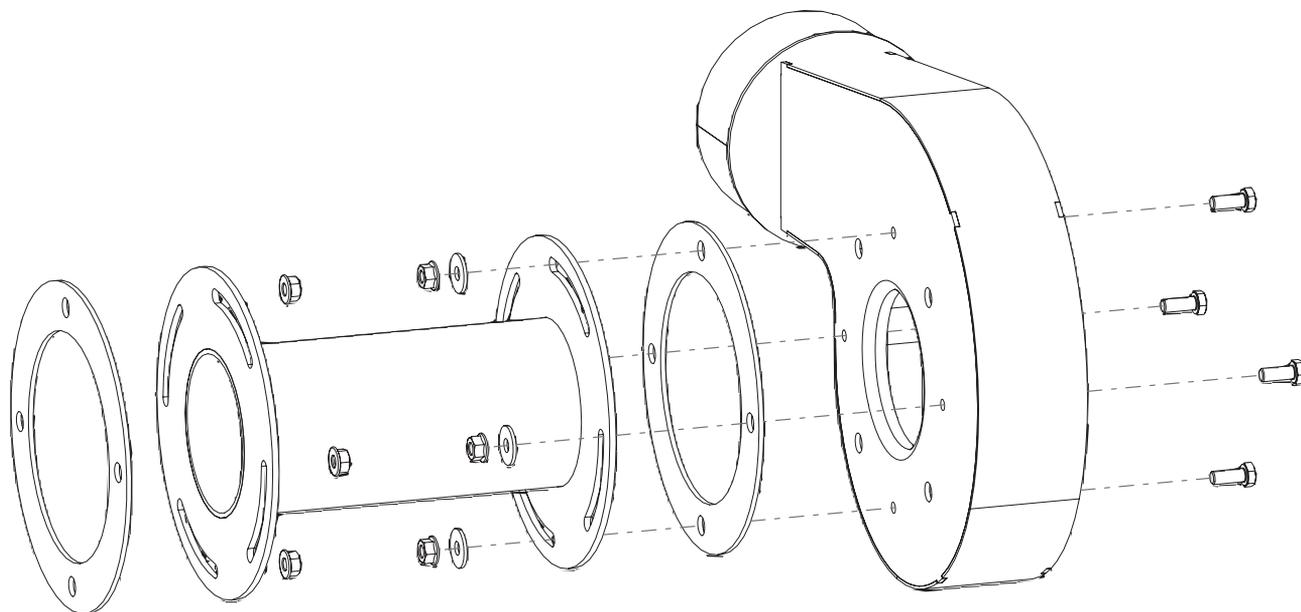

Fig. 66 Monter la volute du ventilateur sur l'adaptateur
- Visser d'abord les 4 vis à six pans M8 x 16 fournies depuis l'intérieur dans la volute du ventilateur, puis fixer la volute du ventilateur à l'adaptateur à l'aide du joint et de 4 écrous et rondelles – Fig. 66.